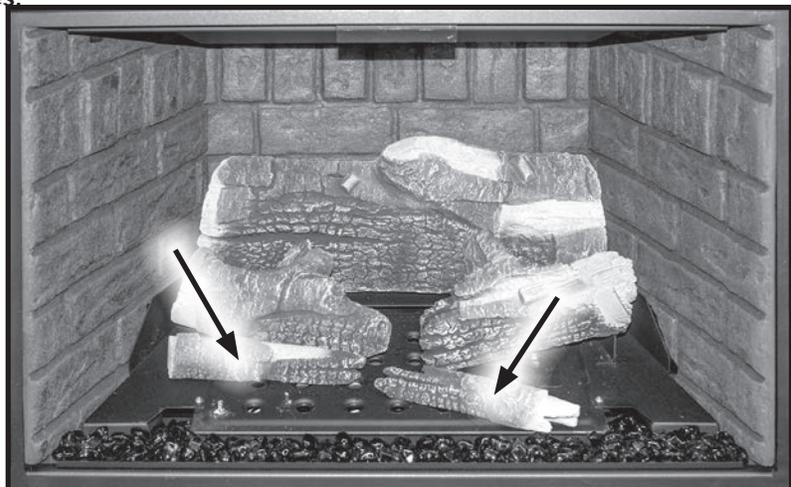

Figure 47. Bûches avant.
5. Installer la dernière bûche, comme illustré à la Figure 47, en localisant les trous percés sur le brûleur. Installez ensuite la bûche à droite haut sur la dépression du côté inférieur. L'autre extrémité de la bûche se trouve dans l'encoche sur le haut de la droite de l'autre bûche.